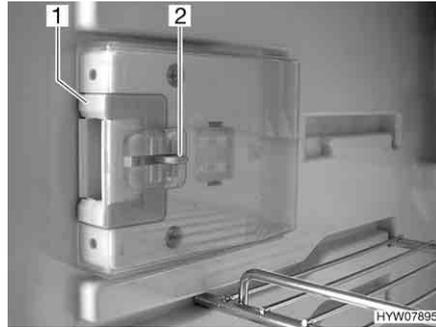
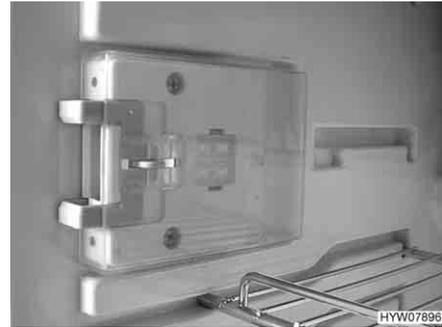

Bild 136 Verschlusseinrichtung in Normalstellung
Bild 137 Verschlusseinrichtung in Lüftungsstellung
- Die Entriegelung (Bild 136,2) eindrücken.
- Die Verschlusseinrichtung (Bild 136,1) nach vorn schieben (Bild 137).